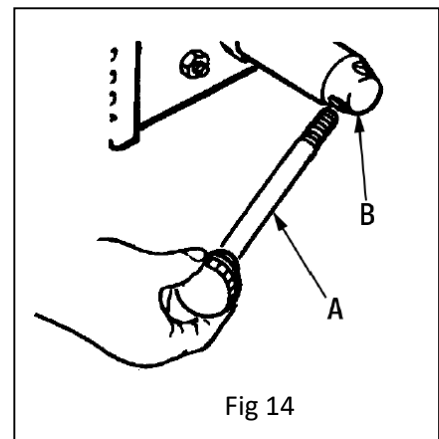

Fig 14
1. Repérez les trois leviers de commande (A) Fig.14 parmi les pièces détachées.
2. Vissez fermement le levier de commande dans les trous filetés du moyeu (B).